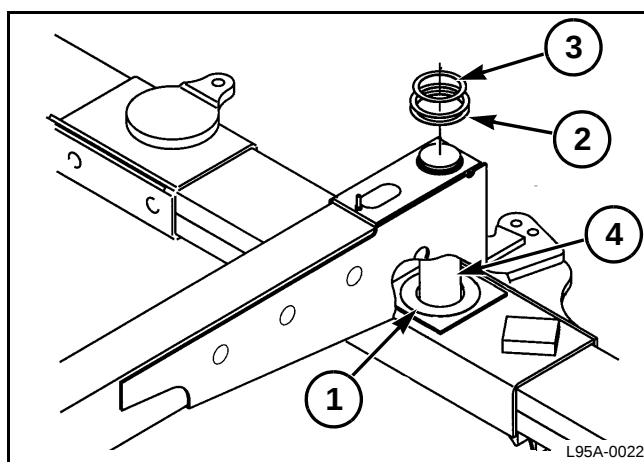

FIG. 157
FIG. 157: Saque el buje de maquinaria de diámetro grande (1), dos bujes de maquinaria de diámetro pequeño (2) y el anillo retenedor (3) de la bolsa de componentes.